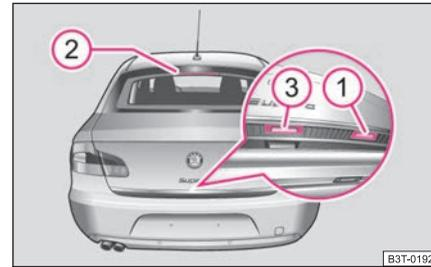

Abb. 31 Griff der Gepäckraumklappe
- Drücken Sie den Griff **①** ⇒ Abb. 31 an der Unterkante der Gepäckraumklappe.
- Warten Sie bis Bremsleuchte **②** in der Heckscheibe zweimal blinkt. ▶
- Drücken Sie auf den Griff ③ und heben Sie gleichzeitig die Gepäckraumklappe an.